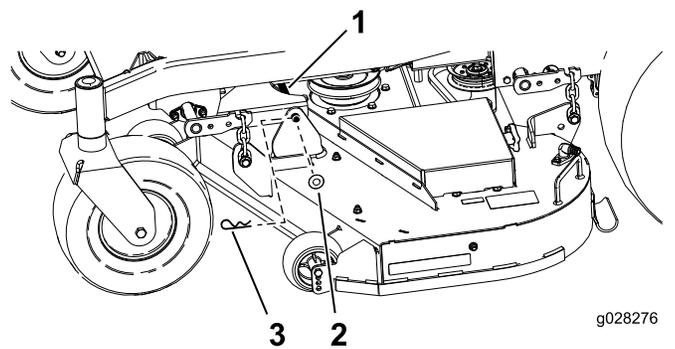

Bild 73
6. Nehmen Sie den Splint und die Scheibe ab, mit denen der Steckstift am Rahmen und Mähwerk befestigt ist, und nehmen Sie die Lenkerstange ab (Bild 73).
9. Befestigen Sie den Steckstift mit den vorher entfernten Splinten und Scheiben (Bild 73).